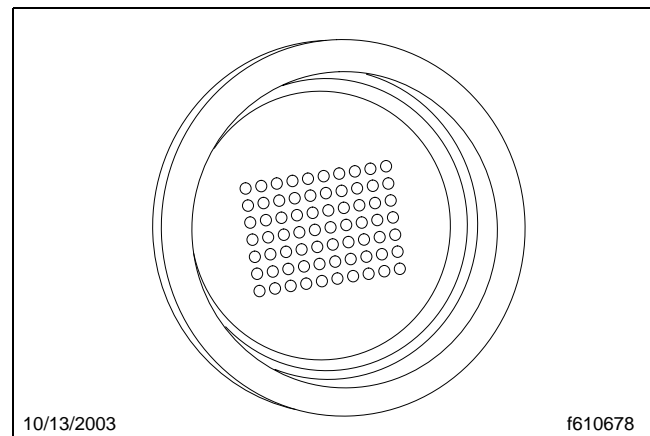

Fig. 8.24, Affichage à points de la mise en marche
3. Une fois le contact établi, l'indicateur de rapport en cours montre l'affichage à points, disposés en configuration carrée. Tous les points de la configuration doivent s'allumer, sans espaces entre eux. Voir la **figure 8.24**.
5. Sélectionnez le rapport de conduite (D) en appuyant sur le bouton de verrouillage du point mort et en déplaçant le sélecteur vers le bas jusqu'à la position en dessous du point mort.